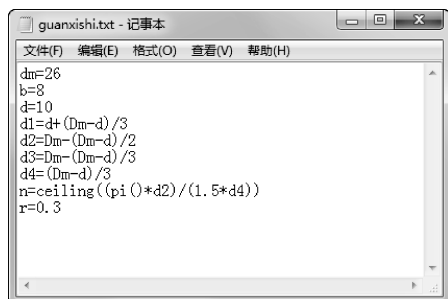

图 6-16 在记事本中输入轴承表达式
- 01 首先在计算机系统的桌面上新建记事本文件并命名为 `guanxishi`。打开记事本文件，然后输入深沟球轴承的表达式，如图 6-16 所示。